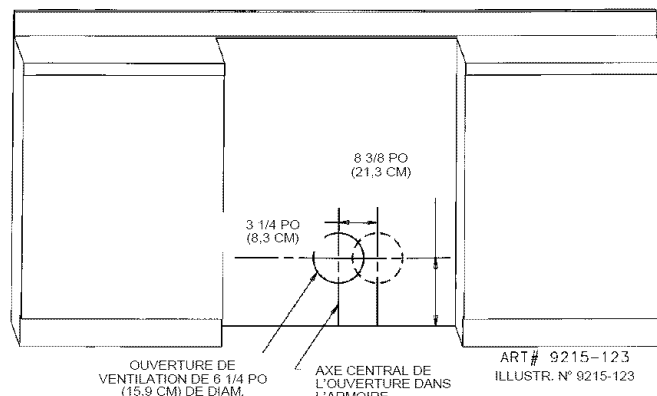

Figure 10
- a. **Par le mur arrière.** (Voir la figure 10) Marquer l'axe central de l'ouverture dans l'armoire sur le mur arrière. Le centre de l'ouverture de 6 1/4 po (15,9 cm) doit se trouver à 8 3/8 po (21,3 cm) au-dessus du plancher et à un maximum de 3 1/4 po (8,3 cm) à droite (lorsqu'on fait face à l'ouverture dans l'armoire) de l'axe central de l'ouverture, tel qu'indiqué à la figure 10.